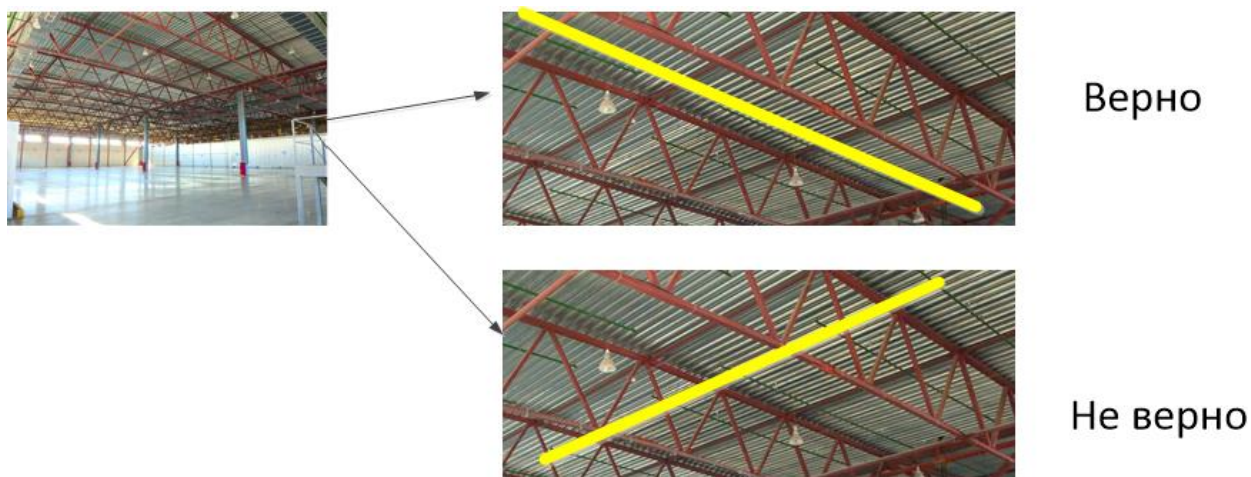

Рис. 12
5.4.6. Выбор размещения извещателей таким образом, чтобы не было поперечных помех в зоне действия луча (см. Рис. 12).